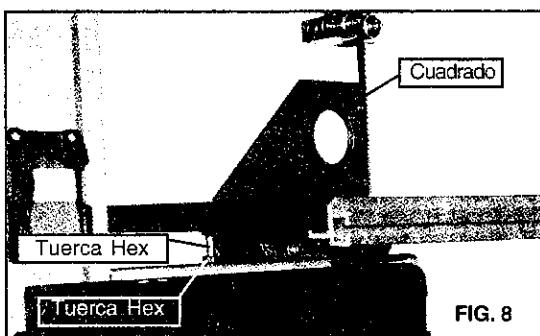

FIG. 8
a. Utilizar una llave, relajar tuerca hex. Sobre el marco. (VER Fig.8)
b. Ubicar la llave sobre botón hex. Y ajustarlo hasta el tablero forma con sierra de cinta. (Ver Fig.8)